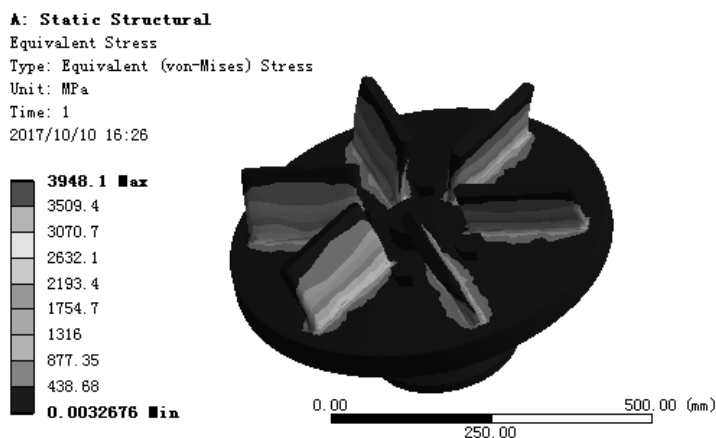

图 7.6.13 应力结果图解
(1) 求解分析。在顶部工具栏中单击 **Solve** 按钮求解分析。
(2) 查看应力结果图解。在“Outline”窗口中选中 **Equivalent Stress**，查看图 7.6.13 所示的总应力结果，其最小应力为 0.0032676 MPa，其最大应力为 3948.1 MPa。